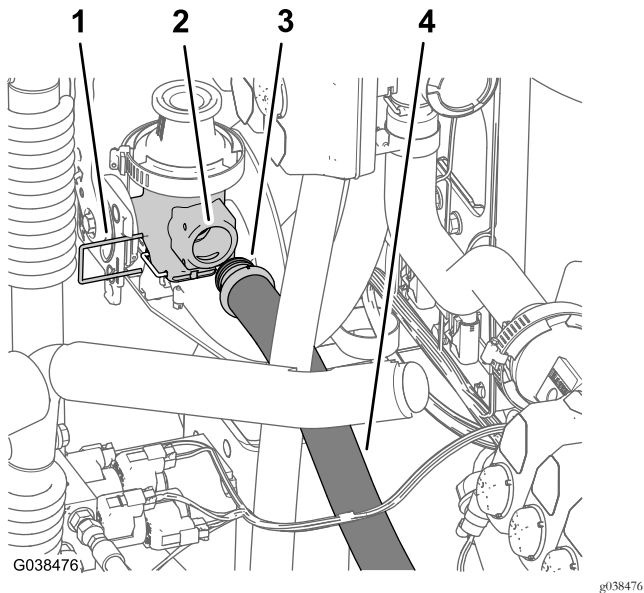

Figura 73
1. Conecte el acoplamiento dentado recto de la manguera de alimentación inferior (2,5 cm x 66 cm) al orificio de la válvula de cierre del eyector (Figura 73).